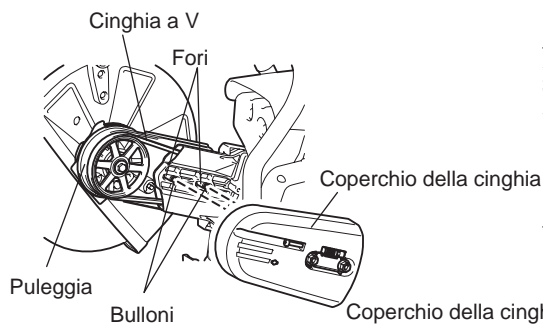

Fig. 6
- (7) Capovolgere l'accessorio di taglio rimosso, far passare il bullone nel foro e rimontarlo nella direzione B. Rimontare la cinghia a V sulla puleggia. (Fig. 6)